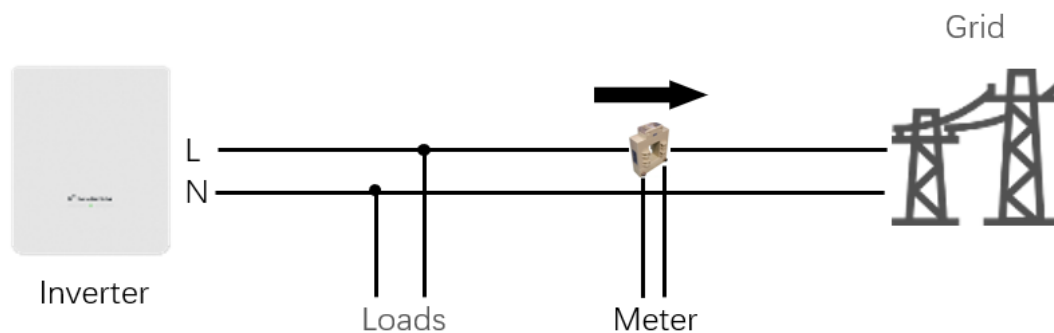

FIG. 4 – Posição de Instalação do Transformador de Corrente (TC)
- A posição de instalação está indicada na **FIG. 4**, sendo instalado no quadro de distribuição entre a **carga e a rede elétrica**.